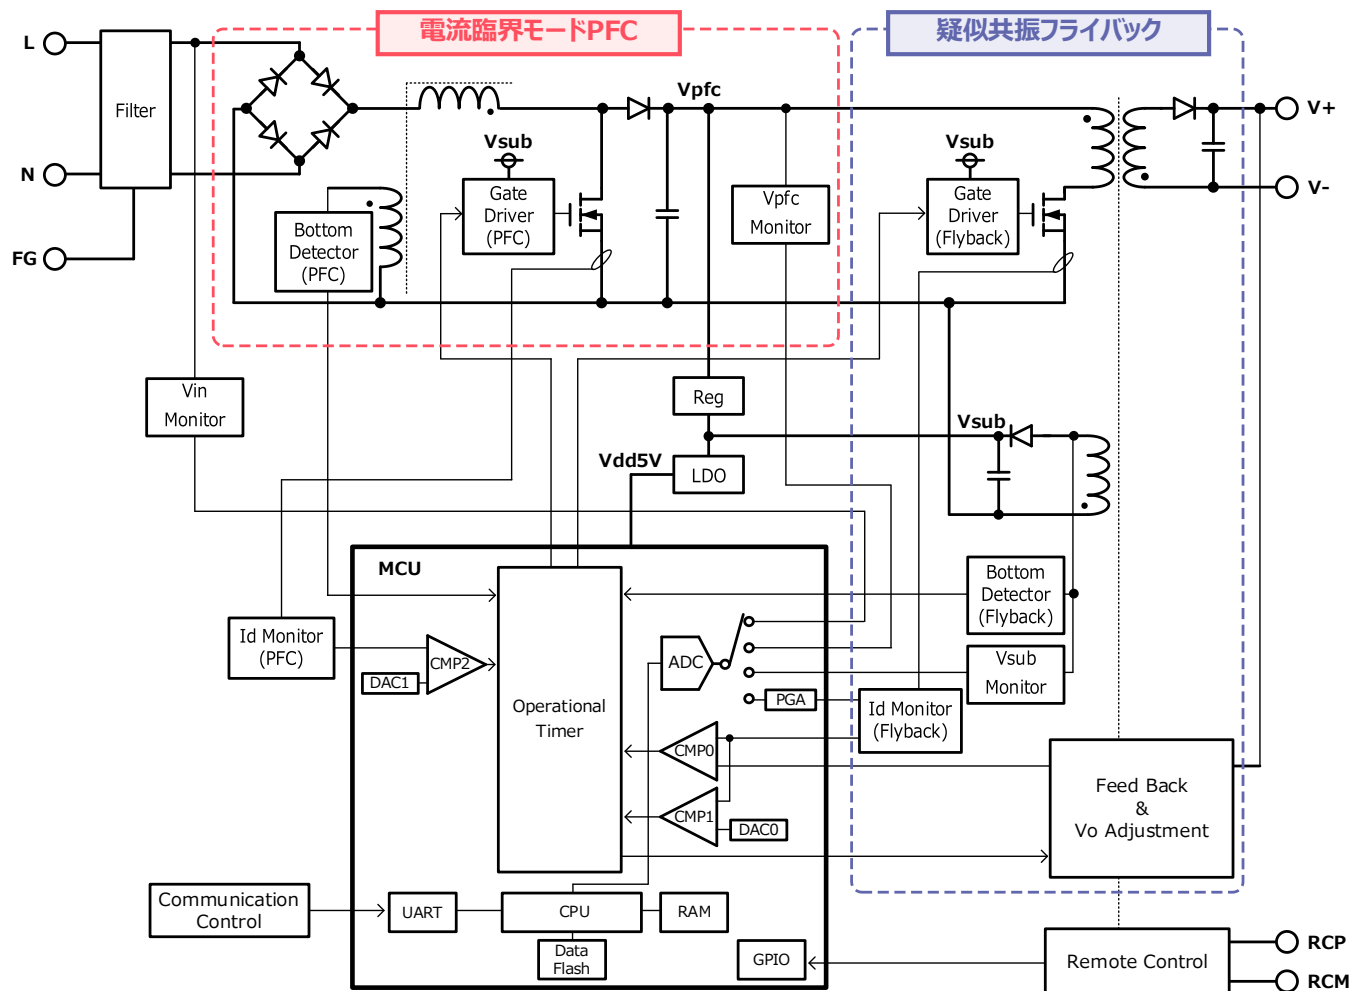

Figure 4. アプリケーションブロック図
4.1 ブロック図4	8.1 モニタ及びキャリブレーション機能 14
本 EVK のアプリケーションブロック図を Figure 4 に示します。